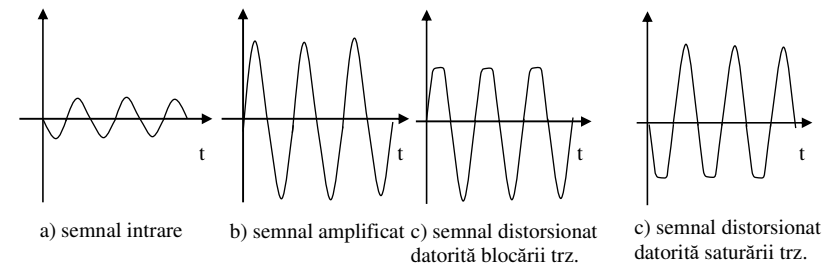

Fig. 5 Forme de undă pentru amplificator
3. Determinați gradul de distorsiune teoretic (THD) pentru toate semnalele din fig 5.